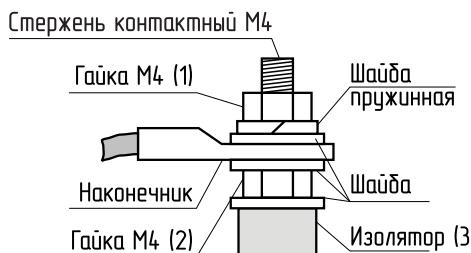

Рис.2 Присоединение проводов к выводам блок-ТЭН
6.4. При замене блок-ТЭН присоединение фазных проводов к выводам блок-ТЭН производить согласно Рис.2. Сечение кабеля указано в табл.1.
**Внимание!** При закручивании гайки M4 (1) во избежание короткого замыкания, при повреждении изоляции (3) и последующего выхода из строя блока-ТЭН необходимо зафиксировать ( рожковым ) гаечным ключом гайку M4 (2). Затяжку гайки M4 (1) производить с усилием 1,8 Нм.